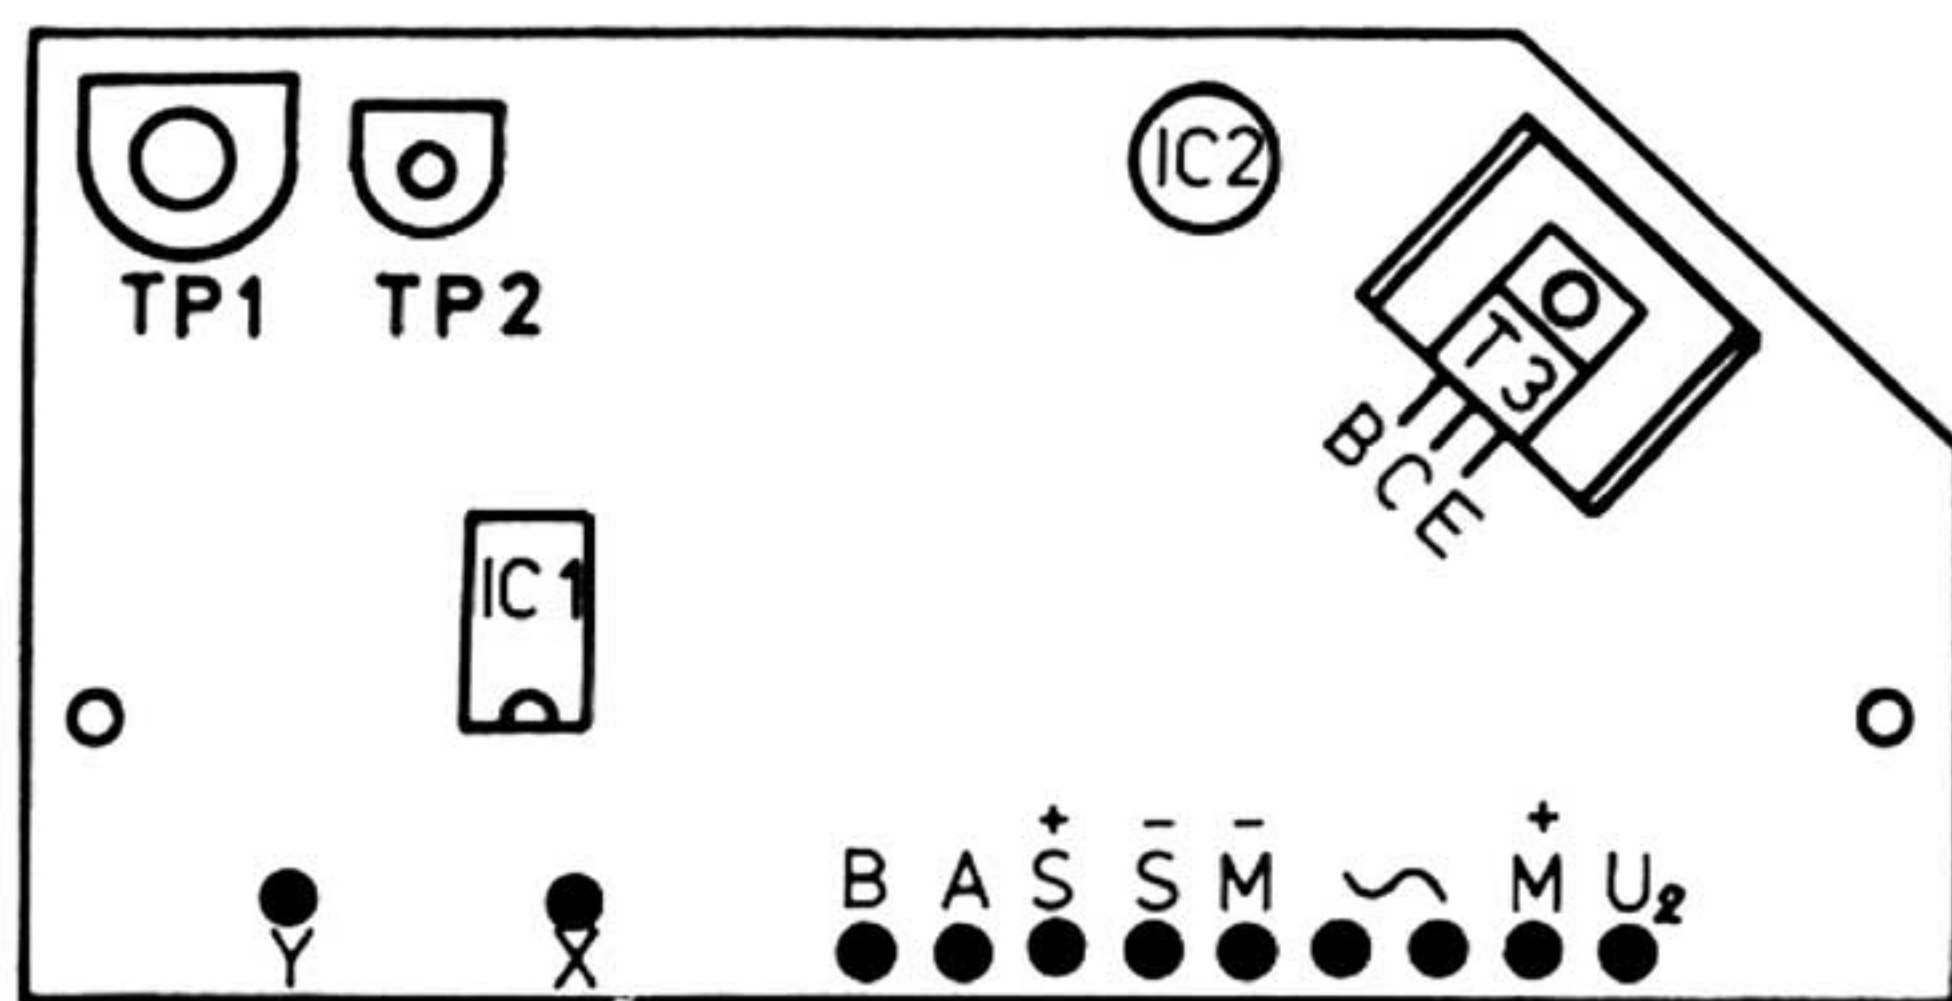

Fig. 2
Dans le cas A, l'appareil s'arrête aussitôt; dans le cas B, l'appareil **ne s'arrête pas**. Dans le cas A, régler, par en-dessous, le potentiomètre ajustable TP 1 (fig. 2) en en faisant tourner lentement le curseur entre 90° et 120°, dans la direction anti-horlogère, jusqu'à ce que l'arrêt automatique fonctionne.
Dans le cas A ajuster TP 1 (fig. 2) par en dessous entre 90 et 120°, dans la direction horlogère. Enclencher le moteur, puis ajuster TP 1 en tournant doucement son curseur vers la gauche jusqu'à ce que le moteur s'arrête.
- c) Nouveau réglage: raccorder le voltmètre, le minus à M— et le plus au point X du circuit imprimé (vitesse de rotation 33⅓ t/min). Placer l'aiguille au départ de la plage au pas de 1,6 mm (disque Lenco 722 côté A). Si l'arrêt automatique fonctionne après quelques tours, régler TP 2 (fig. 2) dans la direction anti-horlogère et répéter le processus. Le bras parcourt maintenant toute la largeur de la plage. Observer aussi l'aiguille du voltmètre et retenir la valeur de la tension la plus élevée qu'elle indiquera (environ 0,8 à 2,2 volts). Raccorder ensuite le voltmètre dans le sens suivant: Passer du point X au point Y (fig. 2), enclencher l'appareil, le bras de lecture étant sur son support. Régler maintenant TP 2 (fig. 2) de manière à obtenir une tension supérieure de 0,5 V à celle que l'on avait lue lors du raccordement du voltmètre au point X; soit environ 1,3 à 2,7 volts.
Toutes ses tensions seront mesurées par rapport au point M (fig. 2) à l'aide d'un voltmètre dont la résistance d'entrée devra être de plus de 1 M ohm par volt.